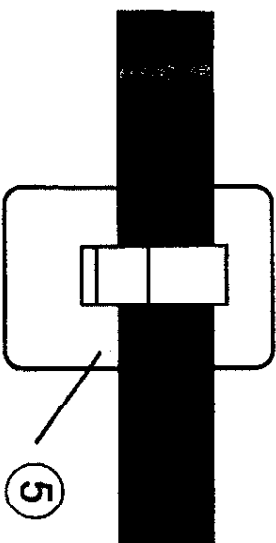

图5
7. 电池盒: 按住发射机正面向上推, (如图5-B所示) 按图示装入一块9V电池。
4. 把L-01颈挂式话筒压入话筒夹,然后把话筒夹到您的衣服上。注意话筒不!让衣服遮住,并且话筒应距您的下巴约8-12英寸左右。(参看图5)另一头再插,音频插座后旋紧。